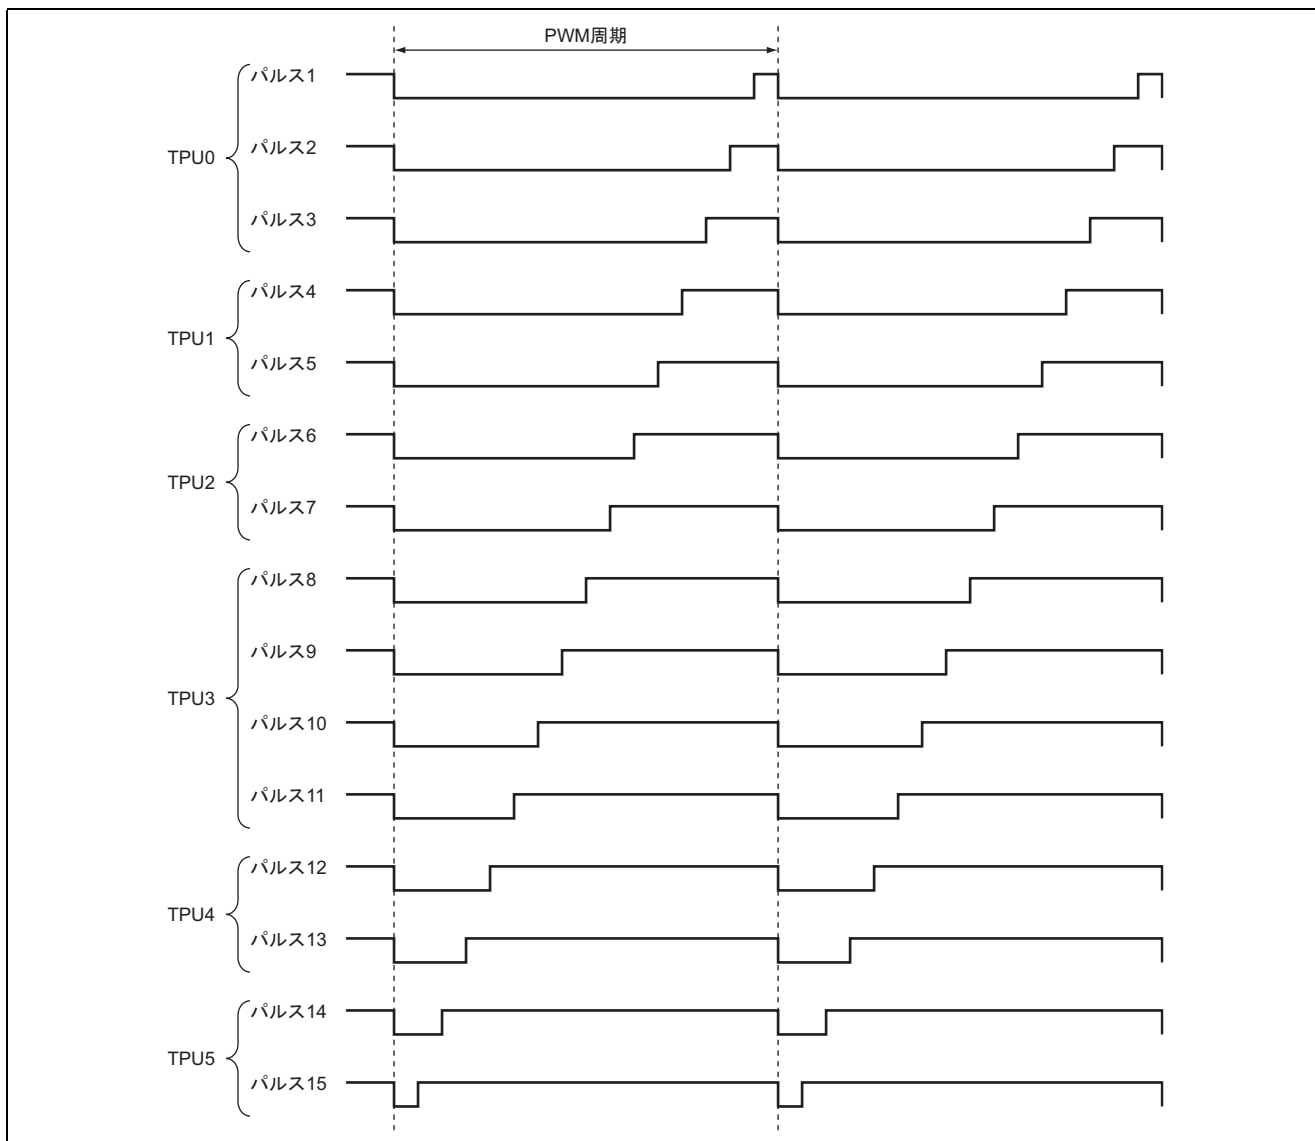

図 1 PWM 波形出力例
- (1) 図 1 に示すようにパルスの High 幅を変化させ、デューティ変化できる PWM 波形を 15 相出力します。
- (2) 20MHz で動作時、出力する PWM 周期は 100ns から 3.27ms の間任意に設定できます。